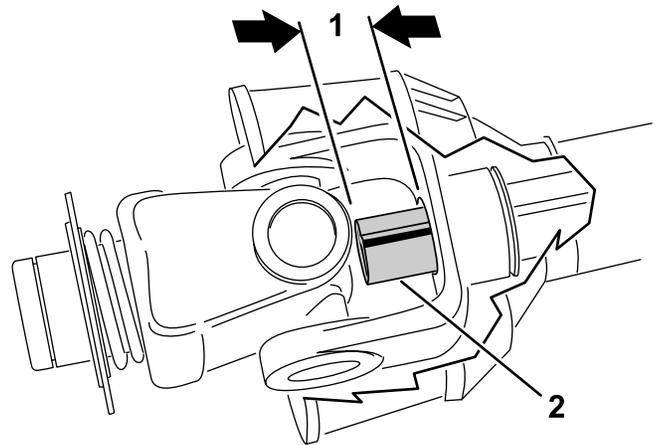

图16
9. 将PTO 轴内外轴管滑动到一起直至它们完全重叠。确认内管没有突入外管的十字头和轴承部分图16。如果这种情况发生应截掉更多内管以解决问题。继续下一步。
10. 测量内管突入外管十字头和轴承部分的距离图16。将此距离添加到在第8步中获得的尺寸。